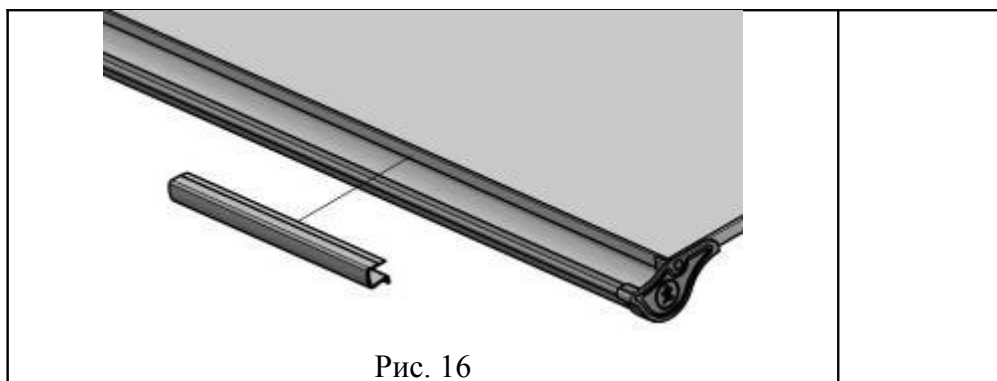

Рис. 16
4.5.6. На столешницу одеть линейку с упором (поз. 1 пакет №2) согласно рис. 16